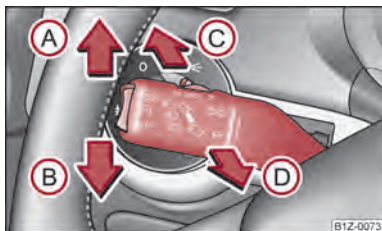

Fig. 30 Manette des clignotants et des feux de route
- Poussez la manette vers le haut (A) ou vers le bas ⇒ fig. 30 (B).